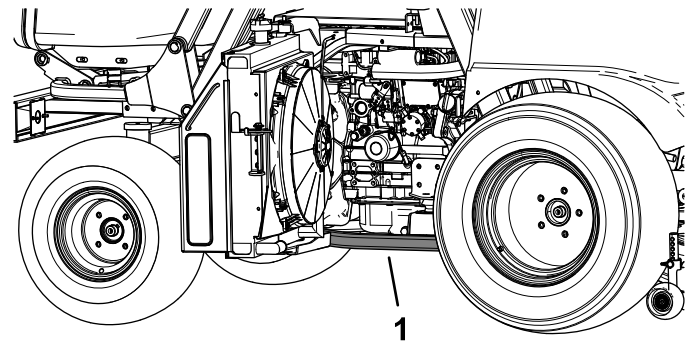
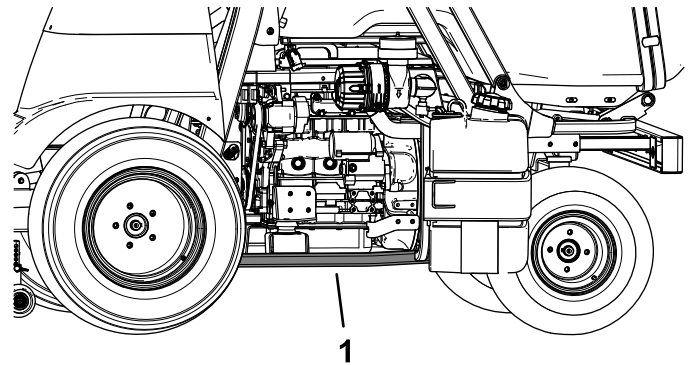

Figura 38
Figura 39
2. Coloque un gato bajo el tubo del bastidor (Figura 38 y Figura 39), directamente debajo del tubo del ROPS o lo más cerca posible.